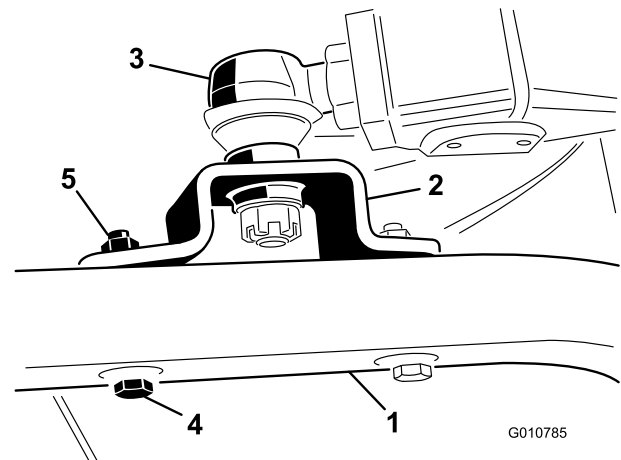

Figura 6
- Sujete los soportes de las articulaciones esféricas a los brazos de las ruedas giratorias con 2 tornillos de caperuza (7/16 x 3 pulg.) y tuercas con arandela prensada (7/16 pulg.) (Figura 6).
5. Apriete la contratuerca grande que sujeta la articulación esférica al brazo de empuje (Figura 6).